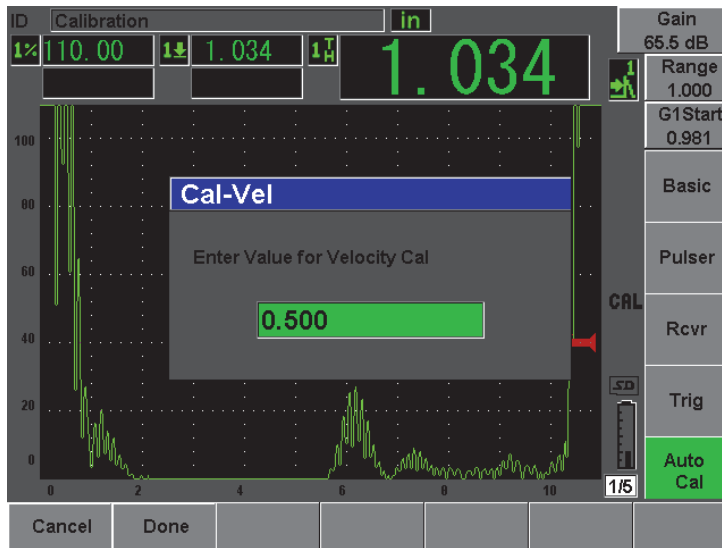

Figure 10-13 Entrée de la valeur d'épaisseur pour étalonnage de la vitesse
15. Entrez l'épaisseur connue de l'indication dans la porte (12,5 mm ou 0,500 po dans cet exemple), et puis sélectionnez **Done** (Terminé) pour continuer l'étalonnage (voir la Figure 10-13 à la page 174).